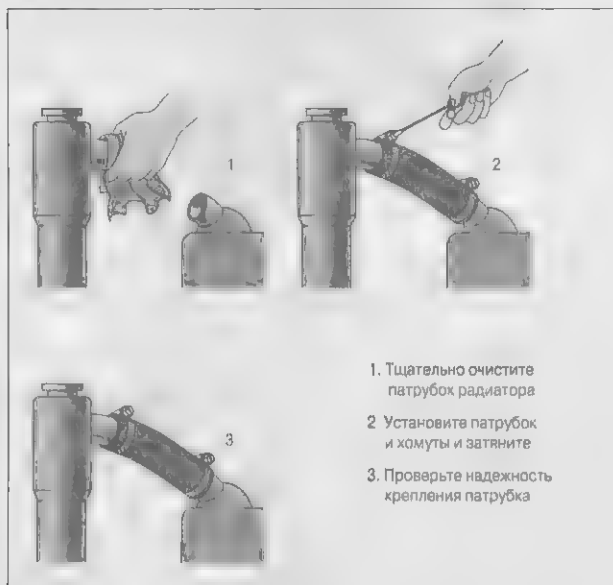

Рис. 14.9 Установка патрубков
Замена патрубка не представляет большой сложности (рис. 14.9), но в зависимости от типа заменяемого шланга в процедуре есть некоторые различия.
5. Очистите места на шлангах, на которые будут насаживаться новые хомуты (рис. 14.9).